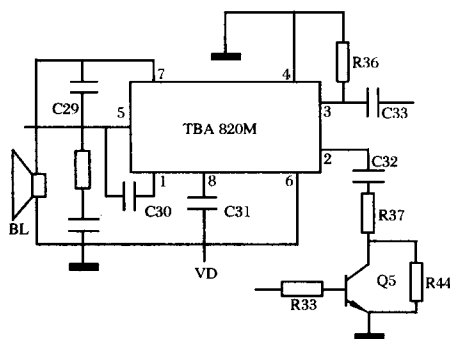

图 1.4
(1) 参看图 1.4, C30 是高频负反馈电容, 用以消除放大器的高频自激, 提高放大器的稳定性。当防止高频自激的负反馈电容失效或开路时, 就会产生高频自激而引起啸叫。检查 C30 开路。更换 C30 后, 故障排除。